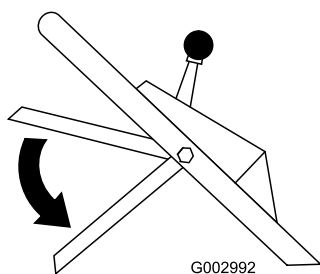

Figura 19
8. Asegúrese de que la barra de control de la cuchilla a su posición más baja (Figura 19).
2. Asegúrese de que la barra de control de la cuchilla a su posición más baja (Figura 19).
3. Mueva la barra de control de la cuchilla a su posición más baja (Figura 19).